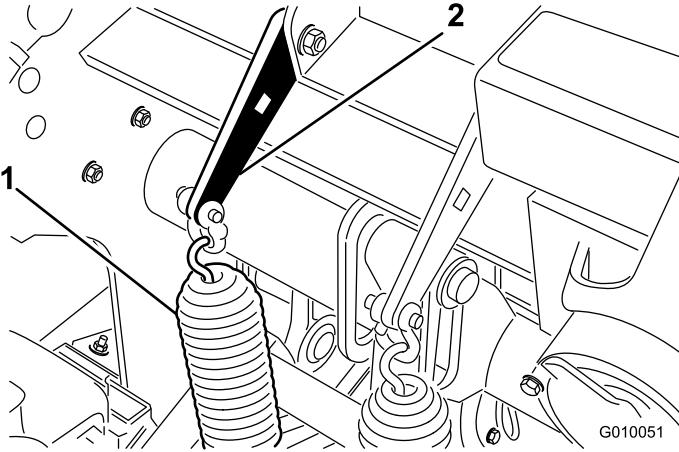

Figura 36
- Desaperte as porcas do parafuso de carroçaria que fixam os suportes da mola à cabeça de perfuração (Figura 36). Não os retire.